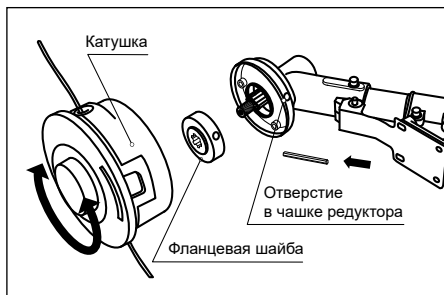

Рис. 6
2. Удерживая стержень в отверстиях чашки редуктора и фланцевой шайбы, закрутите катушку с леской против часовой стрелки до упора (рис. 6).